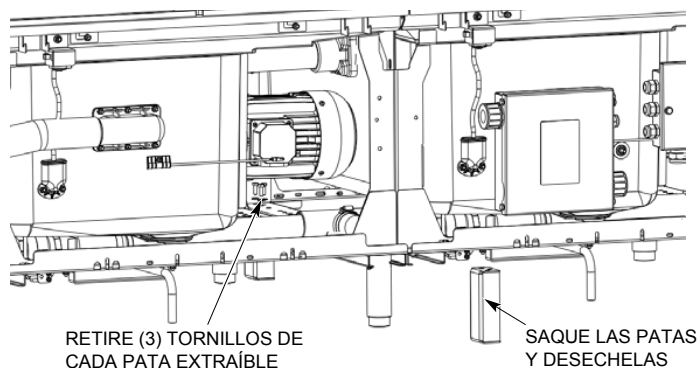

Figura 8
Una vez que las secciones estén bien atornilladas entre sí, retire los (3) tornillos que fijan cada pata extraíble al travesaño y deslice las patas hacia afuera desde el extremo del travesaño (Figura 8). Las patas extraíbles y la tornillería se pueden desechar.